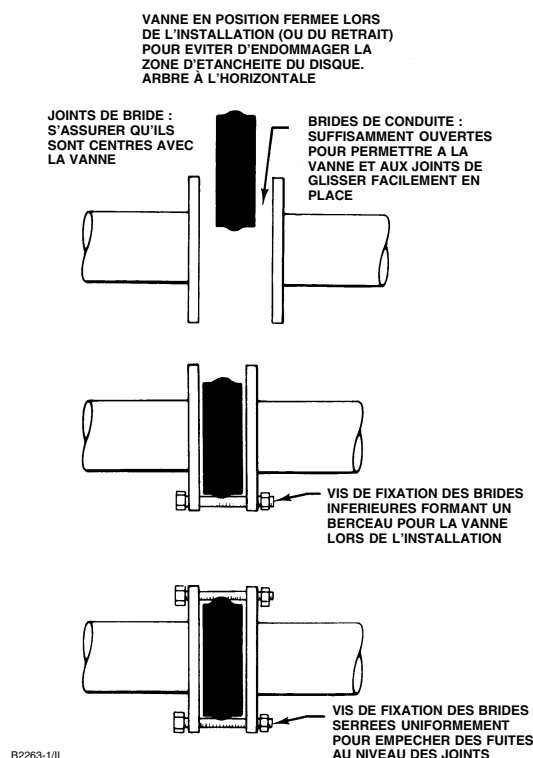

Figure 5. Étapes d'installation correcte
1. Consulter le manuel d'instructions de l'actionneur pour repérer la butée de course de l'actionneur qui contrôle la position fermée du disque de la vanne (n° 2). Lors du réglage de la butée de course ou de la course, vérifier que le disque est à une distance comprise entre 0 et 0,76 mm (0 et 0.030 in.) de la butée interne du corps de la vanne (voir la figure 5). Ce réglage est nécessaire pour que le couple de sortie de l'actionneur soit complètement absorbé par la butée de course de l'actionneur ou par l'actionneur. La butée de course interne du corps de la vanne ne doit pas absorber le couple de l'actionneur.
• **Pour les vannes de type à insérer entre brides (sandwich) :** Installer d'abord les vis de fixation des brides inférieures afin de former un berceau pour la vanne (voir la figure 5). Voir le tableau 5 pour les spécifications des vis de fixation des brides.
2. Installer la bague d'étanchéité et le joint torique dans le corps de la vanne. Le plus large diamètre externe de l'anneau d'étanchéité va dans la zone de la fente en té du corps de la vanne (voir la figure 5). Commencer à engager le bord au diamètre le plus large dans la fente en té du corps de la vanne au moyen d'un tournevis à lame à bout plat. Si un kit de maintenance est disponible, utiliser les outils d'installation du joint.